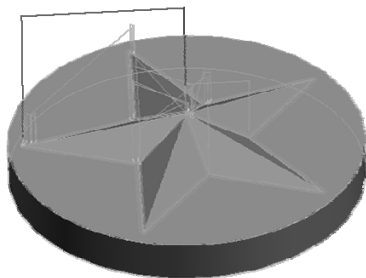

图 3-35 生成刀具轨迹
2) 单击右键后系统提示“拾取加工边界”，直接单击鼠标右键确认，系统开始计算，稍后得出刀具轨迹如图 3-35 所示。